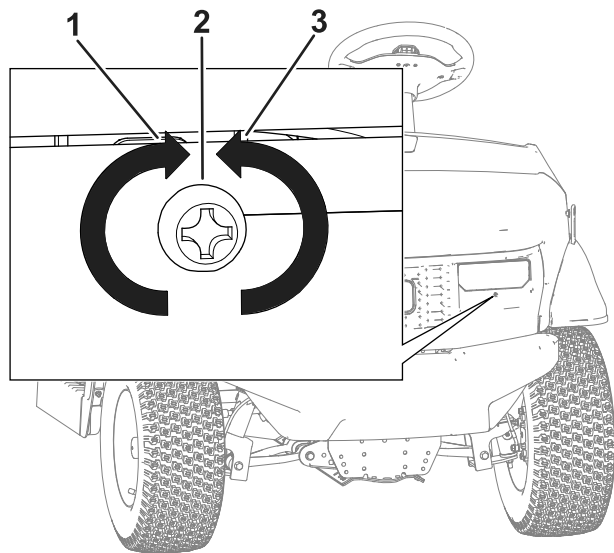

図 47
5. ヘッドライトアセンブリの前面にある調整ねじを回してヘッドライトアセンブリを動かし、照射光の向きを調整する 図 47。